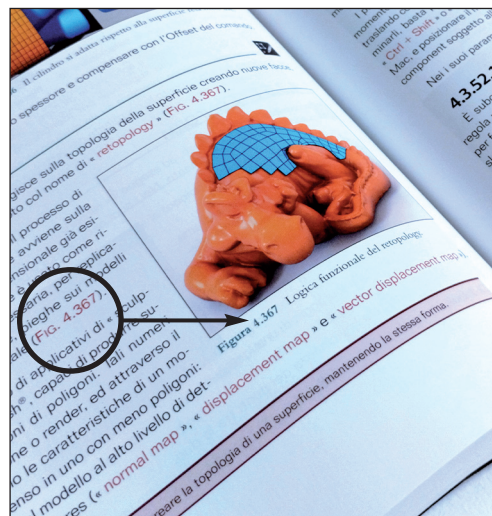

Figura C.108 Riferimento immagini.
- **RIFERIMENTO DELL'IMMAGINE:** sebbene l'intera opera sia costituita da 3859 immagini a colori ed in alta definizione, per cercare il riferimento dell'immagine non si dovranno sfogliare le pagine in avanti od indietro, perché per rendere meno dispersiva la lettura i riferimenti alle immagini stesse saranno sempre contenute nelle due facciate che si avranno di fronte (Fig. C.108);